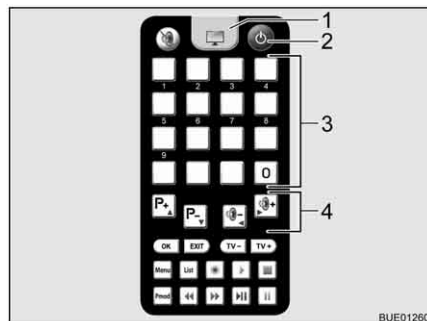

Fig. 25 Télécommande téléviseur
- Appuyer sur la touche "⏻" (Fig. 25,2) sur la télécommande du téléviseur. L'antenne passe dans le mode de recherche. Une tonalité continue retentit.
- Appuyer sur la touche de la télécommande du téléviseur (Fig. 25,1) pour passer sur réception sur le téléviseur. La tonalité disparaît. Une image apparaît à l'écran.
- Choisir la station désirée au moyen des touches de mémoire (Fig. 25,3) de la télécommande du téléviseur ou des touches de fonction (Fig. 25,4).